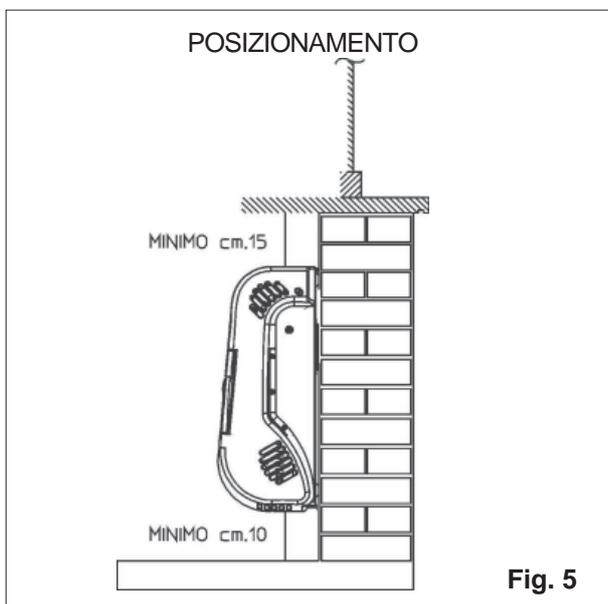

Fig. 5
- c) l'apparecchio deve essere installato ad una altezza minima dal pavimento di circa 10 -15 cm, in modo da permettere una corretta ripresa d'aria al ventilatore di convezione e consentire quindi l'ottimale circolazione d'aria sullo scambiatore (fig. 5). Evitare di installare la base dell'apparecchio a più di 50 cm di altezza dal pavimento, poiché si avrebbe una distribuzione non uniforme dell'aria calda con conseguente stratificazione della stessa
- d) qualora venga installato sotto finestra o sotto mensola, assicurarsi che il davanzale o la mensola non creino ostacolo al flusso dell'aria calda; si consiglia una distanza di almeno 20 cm (fig. 5). Per questo motivo e per agevolare la manutenzione il ventilconvettore non deve essere installato all'interno di nicchie o in posizione difficilmente accessibile. Si raccomanda di rispettare le distanze indicate in fig. 6.